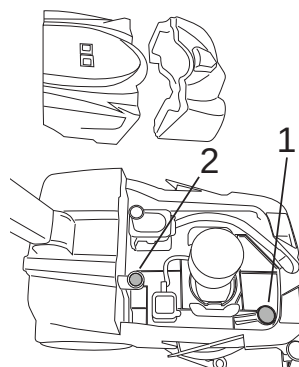

Fig.30
- Retirer le filtre et le laver à l'eau (Fig. 30-Rep.1).
- Retirer le filtre et le laver à l'eau (Fig. 30-Rep.2).